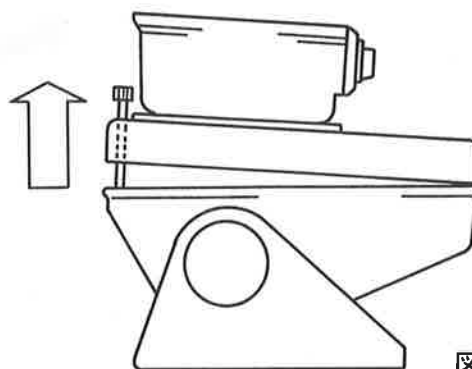

図17
- ・ 若し気密用ゴム材が固着して分離が困難なときは、ジャッキ用ねじ穴保護ボルト (長さ 40mm) を外し、上下本体結合用ボルト (長さ 54mm) をねじ込んでジャッキアップ (図17参照) してください。